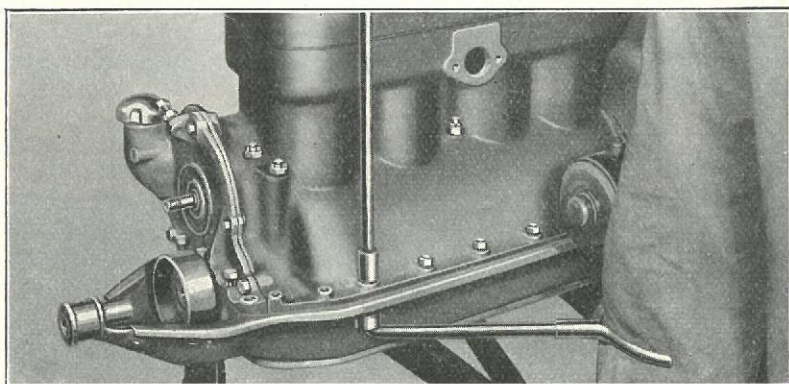
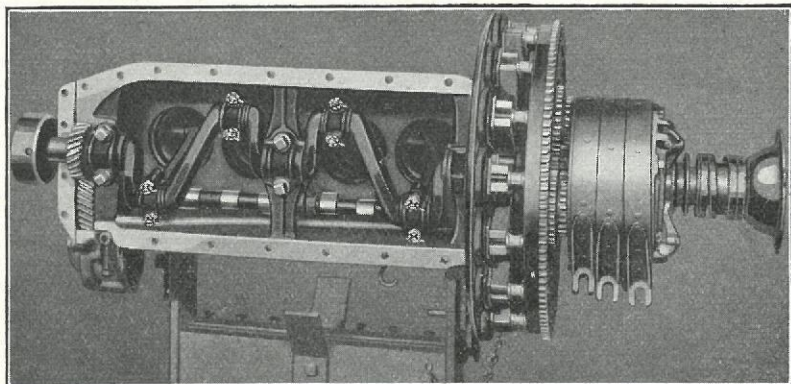

Fig. 133
Fig. 134
- 204** Aftag Krumtaphus og Gearkasse ved at udtage alle Bolte og Skruer, som holder Krumtaphuset til Cylinderblok og Gearkasse (Fig. 133), Krumtapaksel og Transmissionssystem ligger nu frit (Fig. 134), og Transmissionsbaand og Kugleskaal kan aftages.